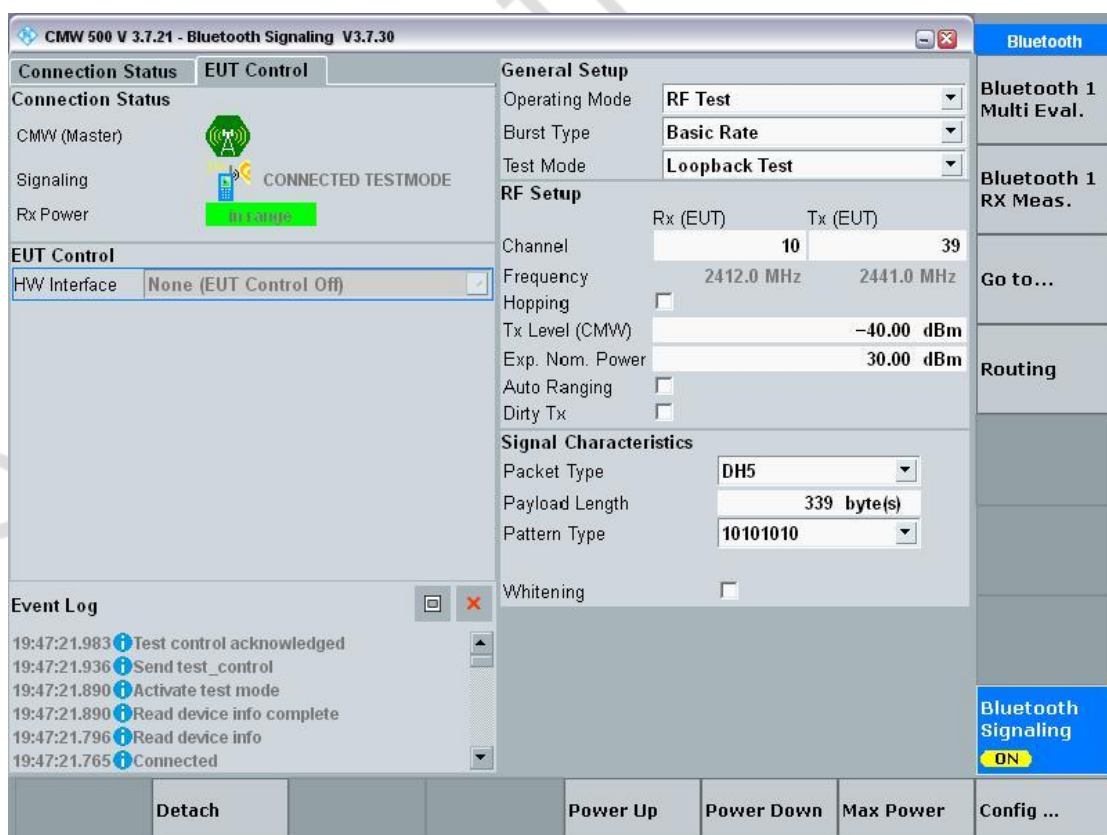

图 3-8
- 2) 确认 DUT 已进入信令测试模式 (User\_bin 进入方式参考第二章) 且射频同轴线已经连接到综测仪上，点击左下方的 Inquire 搜索蓝牙，当搜索到 DUT 的蓝牙地址时即可停止搜索点击【Connect Test Mode】连接 DUT 设备，连接成功如图 3-8。